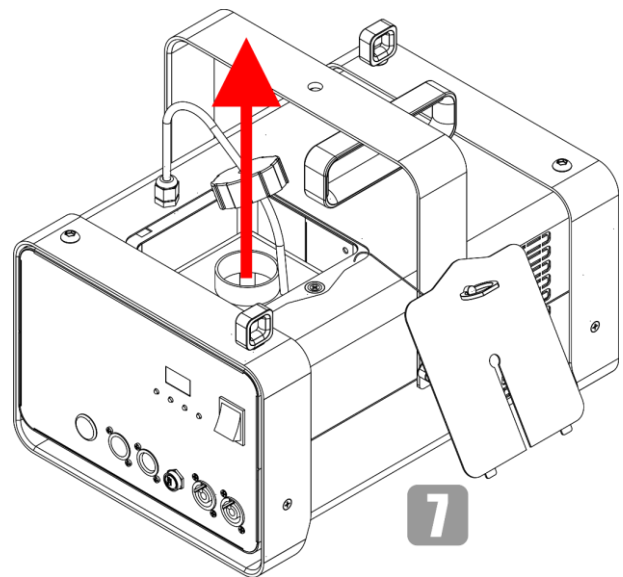

Abb. 26
- 07) Entnehmen Sie den Flüssigkeitsbehälter (Abb. 26).